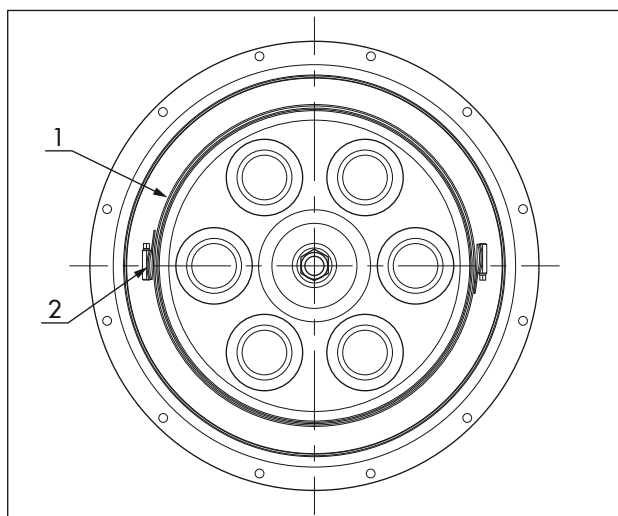

Fig. 14: Alinhamento do fecho da abraçadeira da mangueira
6. Abra completamente duas novas abraçadeiras para mangueiras (A6) e junte-as para formar uma única abraçadeira (consulte a Fig. 14).
9. Coloque e alinhe os compressores (A19) por baixo do fecho das abraçadeiras (consulte a Fig. 14).
8. Abra completamente duas novas abraçadeiras para mangueiras (A6) e junte-as para formar uma única abraçadeira (consulte a Fig. 14).
11. Coloque e alinhe os compressores (A19) por baixo do fecho das abraçadeiras (consulte a Fig. 14).